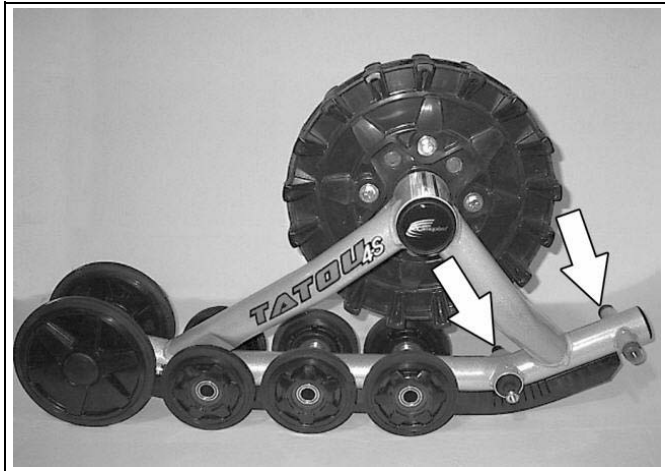

Figure 16
- Enlevez les deux roues de 201-mm vis-à-vis le tendeur de chenille (voir la Figure 16).